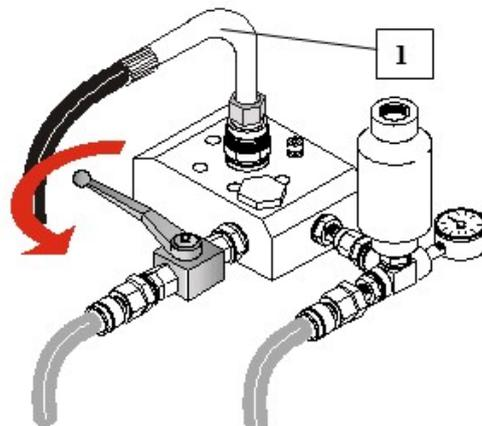

Fig.33
3) Abra la válvula de alivio de presión (Fig. 33).